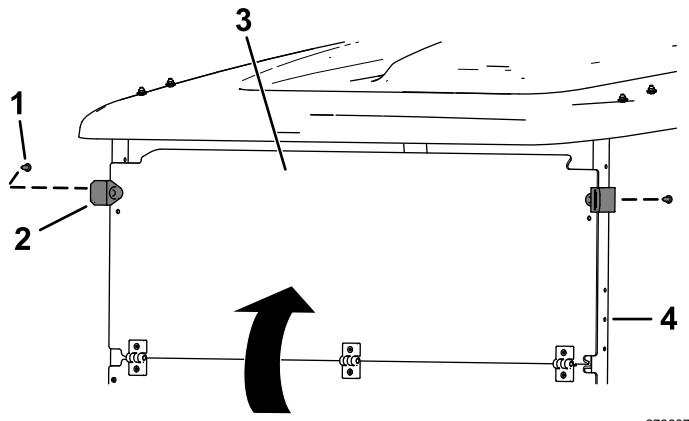

Figura 2
1. Desdobre o para-brisas e prenda a parte superior do para-brisas aos tubos de apoio do toldo utilizando os dois gramos de borracha e os dois rebites de plástico curtos nos furos superiores (Figura 2).